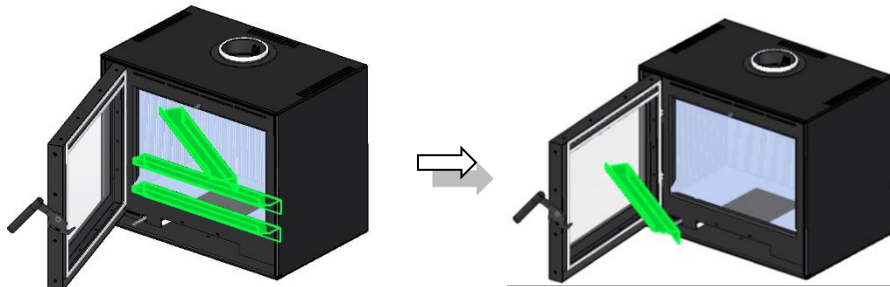

Abbildung 11 – Entfernen des Ascheabweiser
1. Entfernen Sie den Ascheabweiser, indem Sie ihn nach oben schieben und aus dem Gerät nehmen, siehe Abb. 11.